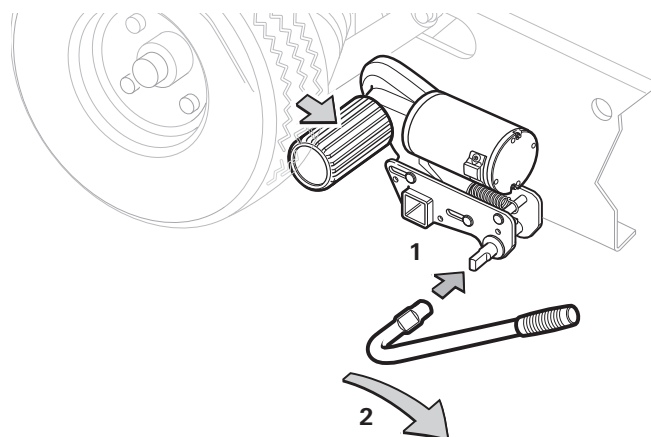
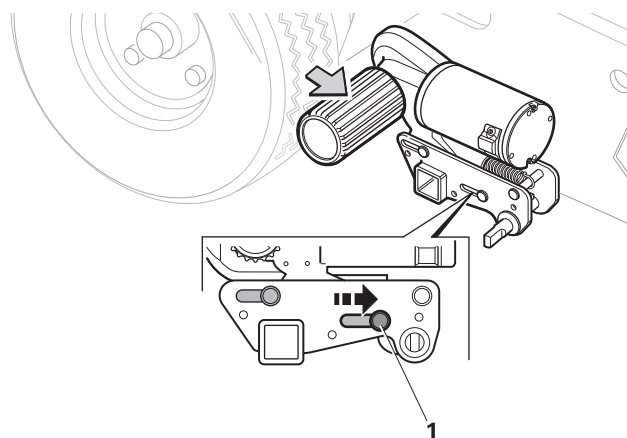

Figura 9
Figura 10
– Inserire la leva di avvicinamento sull'albero di avvicinamento (figura 9 - 1).
– Girare la leva di avvicinamento in direzione della freccia (allontanandosi dalla ruota del veicolo) (figura 9 - 2) finché il rullo di trasmissione si arresta nella posizione finale. L'indicatore di posizione nell'alloggiamento si trova ora su «X» (figura 10 - 1).